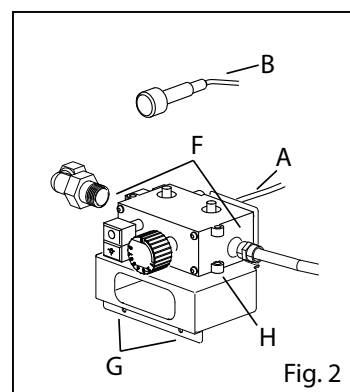
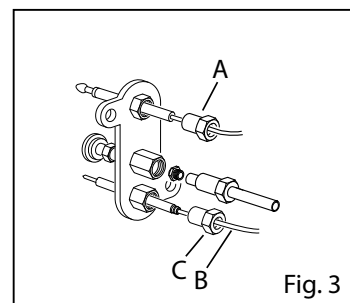

Fig. 2
Fig. 3
- Rimuovere la termocoppia dalla valvola (Fig. 2/A) e dal gruppo pilota (Fig. 3/A)
- Staccare il cavo d'alta tensione della candelettta (Fig. 3/B)
- Svitare il dado (Fig. 3/C)
- Collegare il cavo d'alta tensione (Fig. 3/B)
- Staccare il cavo dall'accenditore piezoelettrico (Fig. 2/B)
- Svitare la termocoppia e i collegamenti entrata / uscita gas (Fig. 2/F)
- Svitare il supporto e la valvola (Fig. 2/G)
- Rimuovere il supporto valvola (Fig. 2/H)